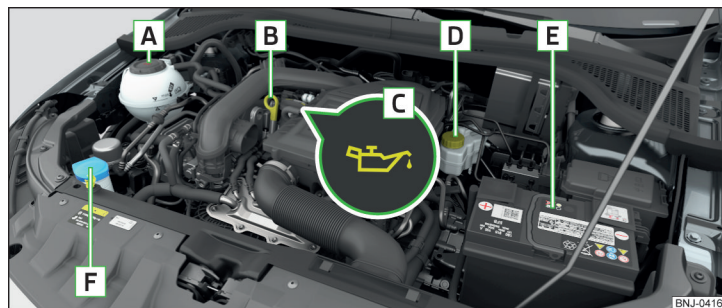

Fig. 247 Ejemplo de orden en el vano motor
- Desenrosque el tapón de la boca de llenado de aceite de motor **C** » fig. 247 de la pág. 218.